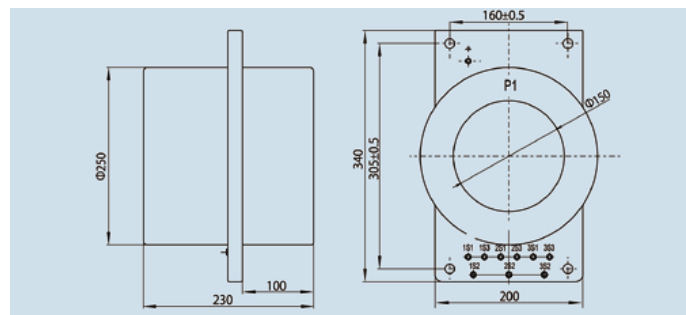

Рис. 5.1 Внешний вид и размеры трансформатора тока LMZJ-10Q1
5.1 Внешний вид и размеры трансформатора тока LMZJ-10Q1 (см. рис. 5.1)